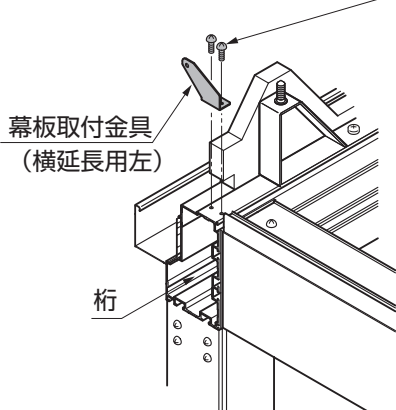
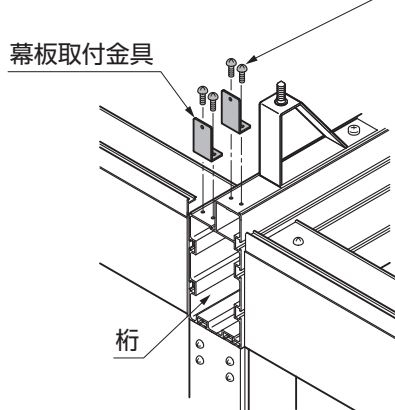
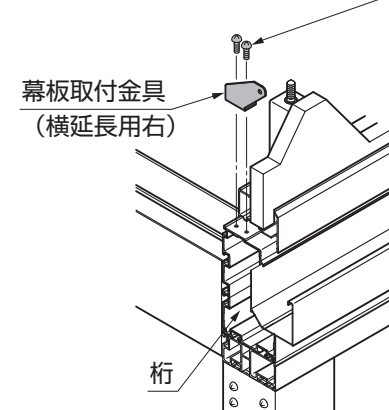

図13-7
図13-8
図13-9
- ①幕板取付金具と幕板取付金具（横延長用）をを桁に【18-6】で取付けてください。（図13-7、図13-8、図13-9参照）
- 幕板取付金具（横延長用）は左右があります。（図13-7、図13-9参照）
(2) 横樋梁用と幕板梁用の取付け